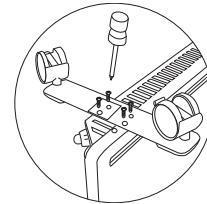

Рис. 8
- приложить планку опорной ножки к месту крепления на конвекторе так, чтобы выпуклая часть планки прилежала плотно к корпусу конвектора и находилась ближе к его задней стенке, винтовые отверстия должны совпасть (рис.8)